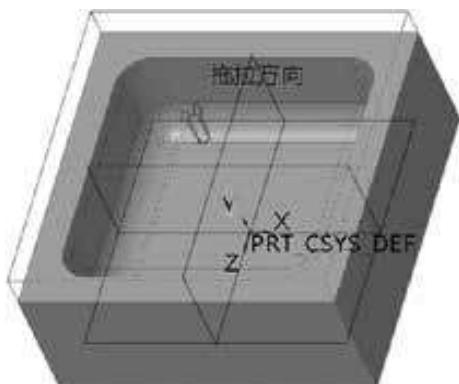

图1-42 “体积块_1”的形状
Step 04 在工作区中显示“体积块2”的形状, 如图1-42所示。